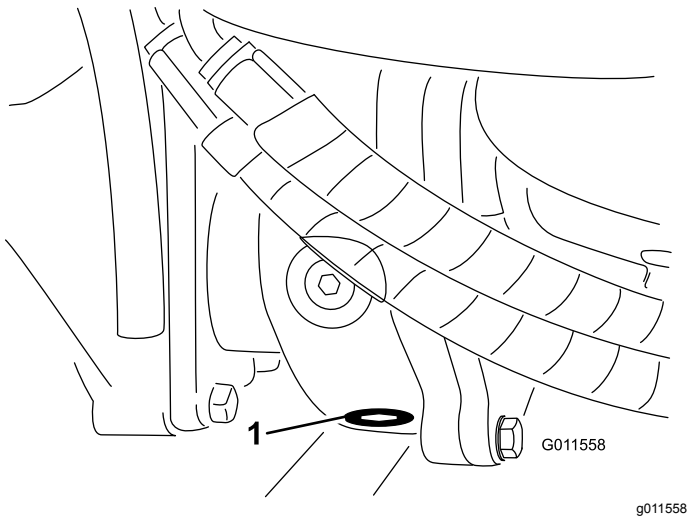

Bild 92
5. Reinigen Sie den Bereich um die Ablassschraube an der Unterseite des Getriebes (Bild 92).